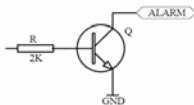

Abbildung 2
2. Alarm-Ausgang (siehe Abbildung 2)